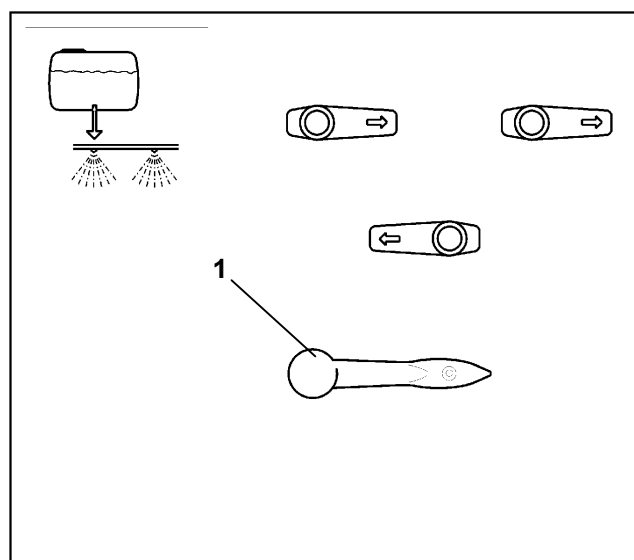

Рис. 7.20
- Кран (7.20/1) установите в положение “Опрыскивание” („Spritzen“), рис. 7.20.